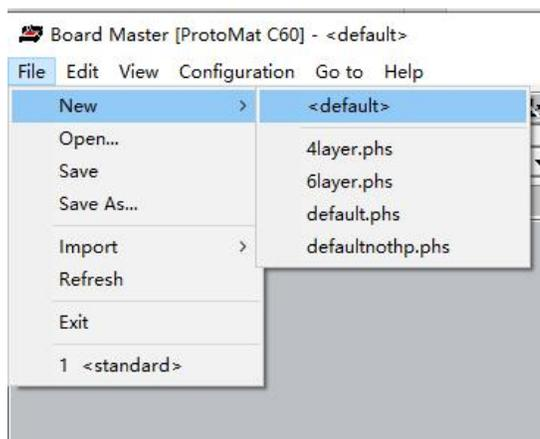

图5-36 选择“default”模板
- 1) 打开Board Master，选择模板，此处选择“default”模板即可，如果是多层或阻焊膜，则选择对应的模板进行刻板，如图5-36所示。